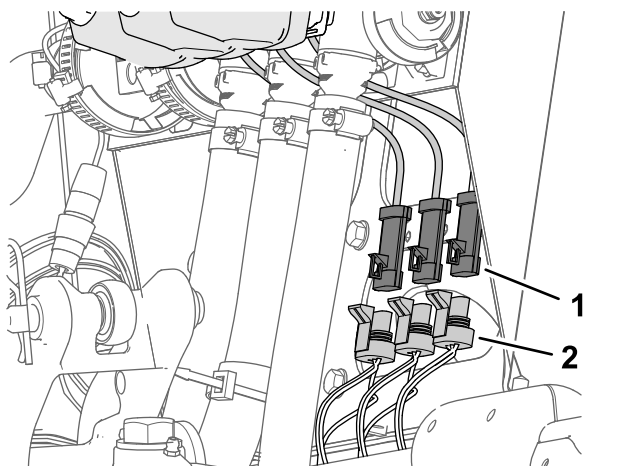

Bild 29
1. Schließen Sie den 3-Stift-Stecker des Maschinenkabelbaums, der mit LEFT SPRAY VALVE, CENTER SPRAY VALVE und RIGHT SPRAY VALVE beschriftet ist, von den 3-Stift-Steckern der Sprühventilaktuatoren ab (Bild 29).